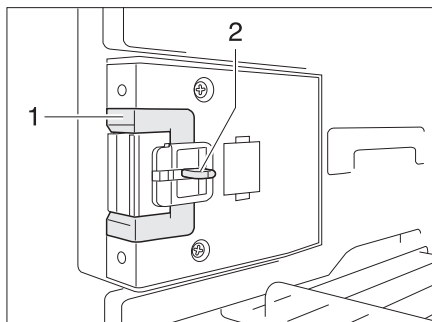
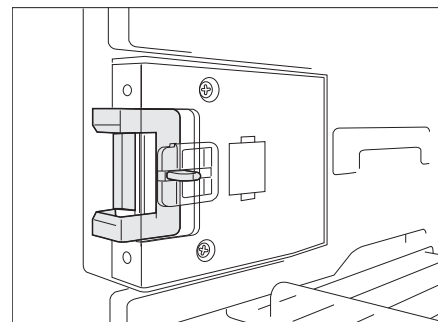

Bild 140 Verschlusseinrichtung in Normalstellung
Bild 141 Verschlusseinrichtung in Lüftungsstellung
■ Die Entriegelung (Bild 140,2) eindrücken.
■ Die Verschlusseinrichtung (Bild 140,1) nach vorn schieben (Bild 141).